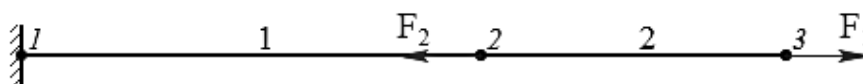

Рис. 6.4 – Схема стержня к заданию 3
3. Стержень жестко закреплен одним концом и нагружен силами F_1 , Н и F_2 , Н (см. рис. 6.4). Обе силы расположены вдоль продольной оси стержня и направлены противоположно друг другу. Определить реакцию связи в жесткой заделке, построить эпюру продольных сил N , Н.